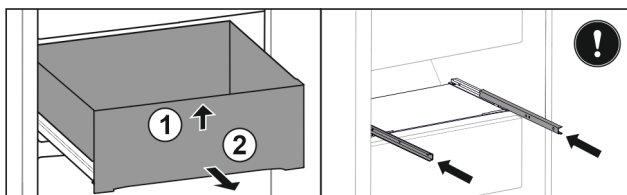

Fig. 134
- ▶ Приподнимите выдвижной ящик спереди. Fig. 134 (1)
- ▶ Извлеките выдвижной ящик движением вперед. Fig. 134 (2)